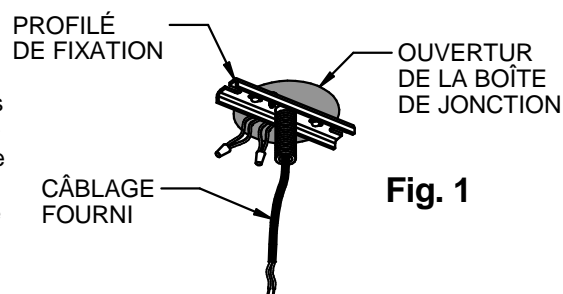

Fig. 1
1. Dévisser le profilé de fixation du dessus du luminaire (livré dans la rosace). Enfiler le câblage d'alimentation fourni (et le câblage de commande le cas échéant) à travers l'ouverture du profilé de fixation. Effectuer le raccordement à la terre sur la vis de terre du profilé de fixation et attacher le profilé de fixation à une boîte octogonale de 89 mm (3,5 po) ou 102 mm (4 po) correctement installée (non fournie) conçue pour supporter le poids du luminaire (**Fig. 1**). **REMARQUE :** Les encoches aux extrémités du profilé de fixation sont prévus pour renforcer la fixation. Il est conseillé de visser des tire-fonds supplémentaire dans la structure du bâtiment à travers ces encoches pour les installations où des vibrations sont possibles.